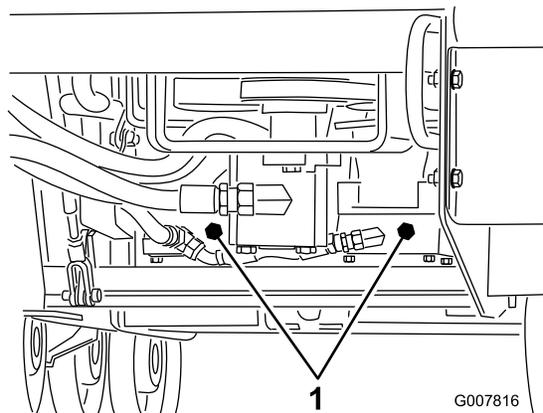

Рисунок 21
3. Используя гаечный ключ, дважды поверните буксировочные клапаны на гидравлических насосах против часовой стрелки (Рисунок 21).